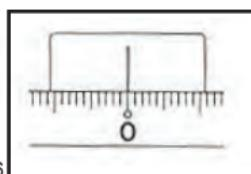

Рис.16
- 2) Наведитесь на точку А и вращайте лимб „9” до совмещения индекса с отсчетом  $0^{\circ}$ . (Рис.16)